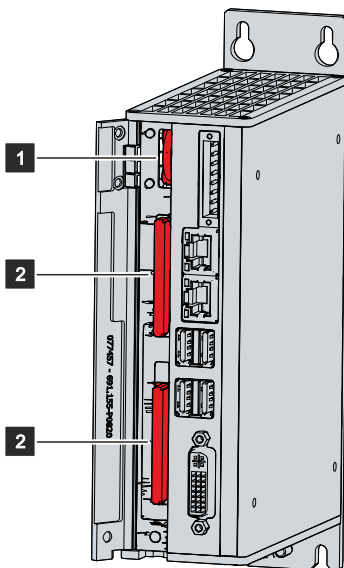

Abb. 18: Batterie und Speichermedien
Sie haben nun Zugriff auf Batterie (1) und Speichermedien (2) (siehe Abb. 18).